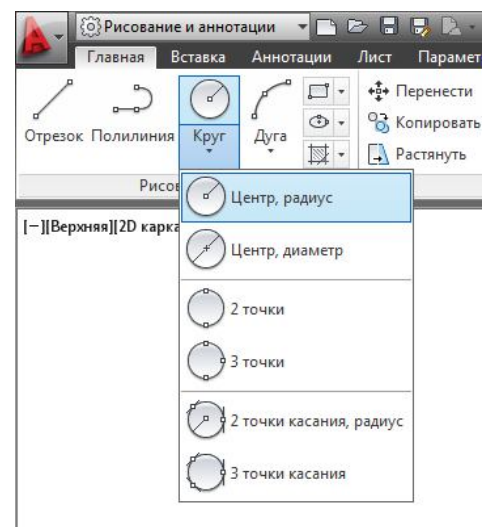

Рис.3. Команда **Круг**.
1.1. Построения можно начать с левых верхних окружностей 1. Команда **Круг** панели **Рисование** (рис.3). Центр окружностей выбрать в произвольном месте пространства модели.